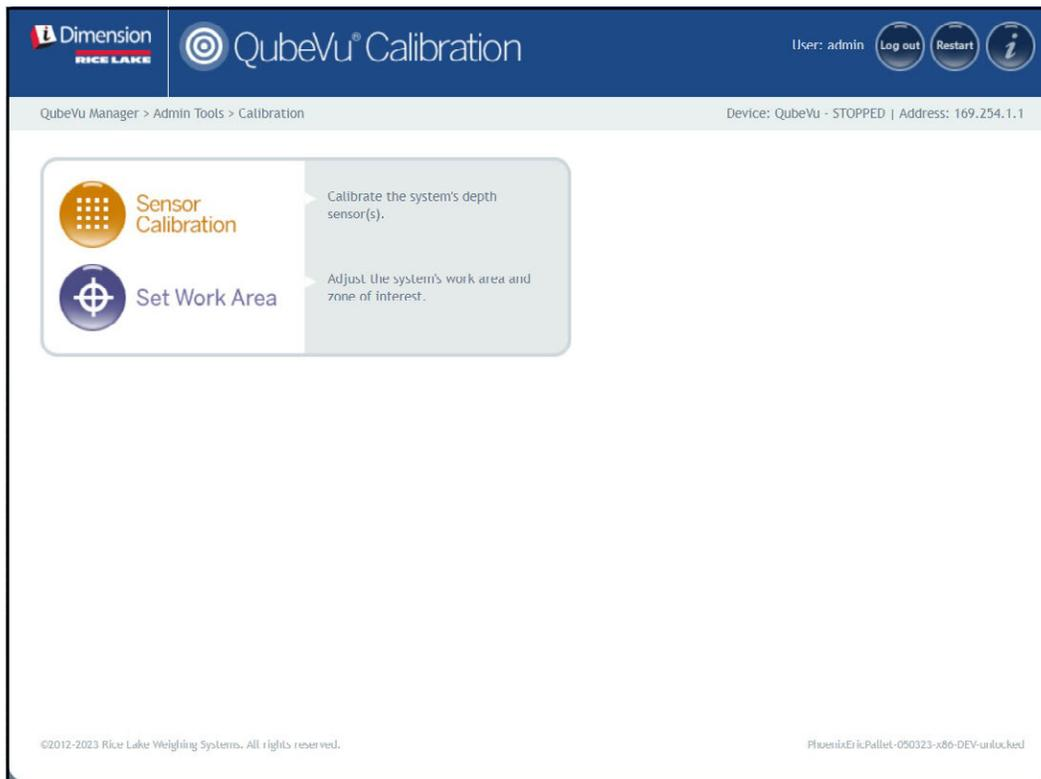

Figura 6-2. Menu Calibration (Calibrazione)
1. Selezionare  **Sensor Calibration** nel menu **Calibration** (Calibrazione) (Figura 6-2 a pagina 43). Viene visualizzato il menu **Sensors Calibration** (Calibrazione sensori).
1. Selezionare  **Sensor Calibration** nel menu **Calibration** (Calibrazione) (Figura 6-2 a pagina 43). Viene visualizzato il menu **Remote Sensors Calibration** (Calibrazione sensori remoti).